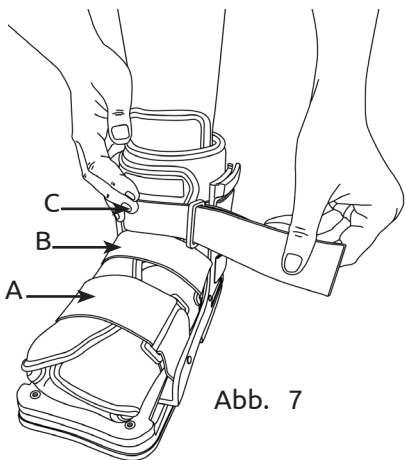
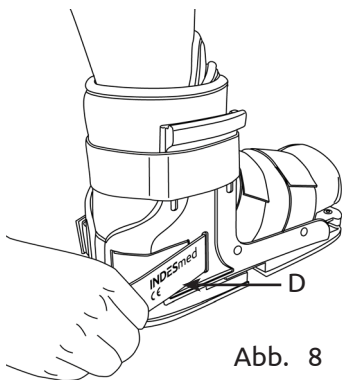
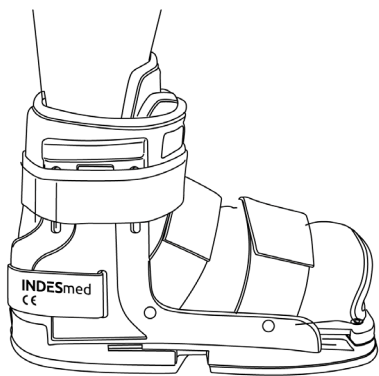

Abb. 7
Abb. 8
Abb. 9
5. Ziehen Sie dann die Befestigungsriemen (A, B und C) fest - Zwei über den Fußspann (A, B) eine über den Knöchel (C) (Abb. 7). Ziehen Sie den Fersenriemen an (D) (Abb. 8) wenn nötig.
Überprüfen Sie die korrekte Ruhigstellung der Unterschenkel-Fuß-Region, die so gehalten werden muss, dass Beuge- und Streckbewegungen vermieden werden. Wiederholen Sie die Befestigung der Riemen, wenn nötig (Abb. 7) und überprüfen Sie wieder die Fußgröße des Walkers (Abb. 9).
- Stellen Sie den Fersenriemen (D) ein (Abb. 8) wenn nötig.